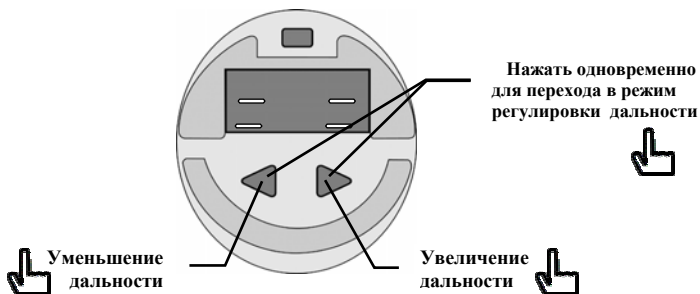

Рис.6. Настройка уровня чувствительности
2. Для уменьшения дальности нажать на левую кнопку, для увеличения - на правую. Количество светящихся полосок при этом будет меняться. (Рис.6)